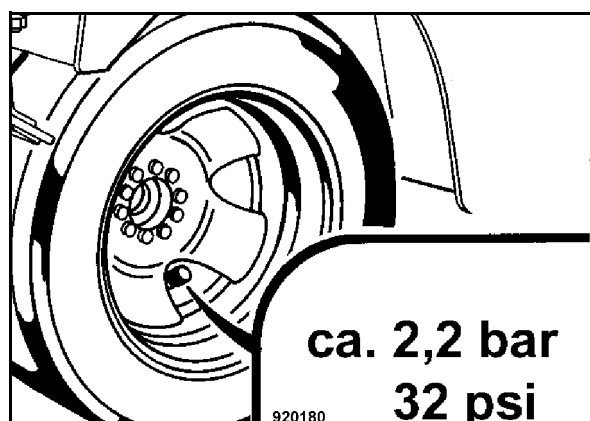

Fig. 98
- Controllare la pressione dell'aria con un manometro sulla valvola del pneumatico (Fig. 98).